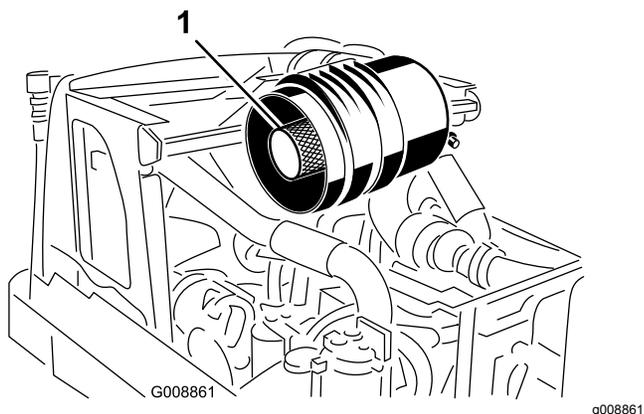

Figura 47
**Importante:** Não tente limpar o filtro de segurança. Substitua o filtro de segurança após 3 operações de manutenção do filtro primário (Figura 47).